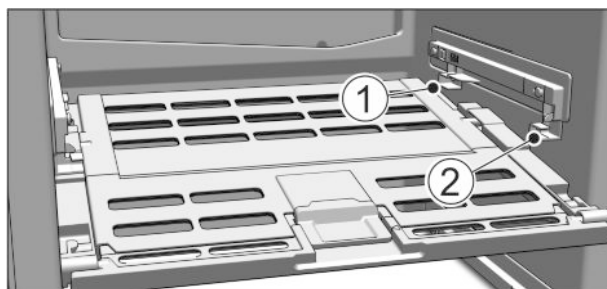

Fig. 48
- ▶ Установка крышки отделения с функцией для хранения овощей и фруктов Fruit & Vegetable-Safe: Вставить поперечные ребра крышки через низ в задний держатель Fig. 48 (1) и защелкнуть спереди на держателе Fig. 48 (2).